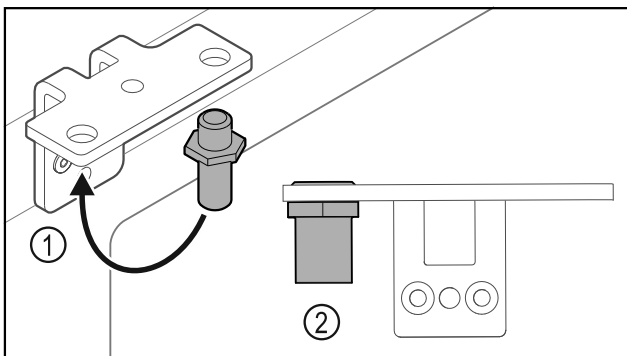

Fig. 38
- Aseta saranakulman pultti Fig. 38 (1) toiseen paikkaan.
- Kiristä pultti Fig. 38 (2) **vääntömomentilla 12 Nm**.